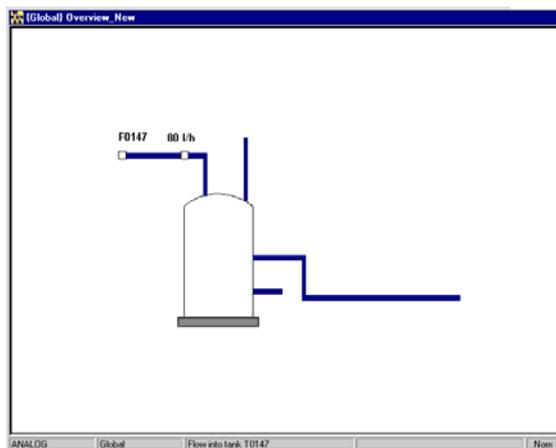

Рис. 3.80. Поместите линию сверху на входной трубке.
2. Поместите линию, как показано на рис. 3.80, а потом разместите имя и значение.